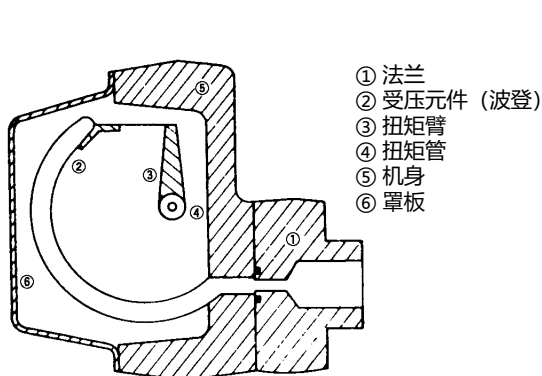
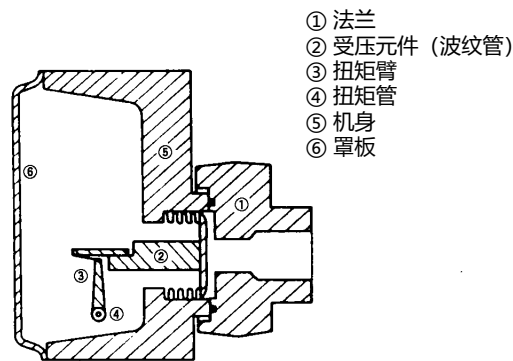

图 . 4 型号 11/12/13/14 仪表本体结构图 (波登元件)
图 . 5 型号 15/16 仪表本体结构图 (波纹管元件)
检测器部分 (仪表本体) 的受压元件包括高 / 中压用的 SUS316 波登管 [图 .4] 及低压用的 SUS316 波纹管 [图 .5、6]。生产工序压力被导入法兰①中, 然后施加于受压元件②, 与压力大小成正比的动作借由皮带传递至扭矩管。与压力成正比的扭矩通过扭矩管, 传递至变送部的输入横梁。